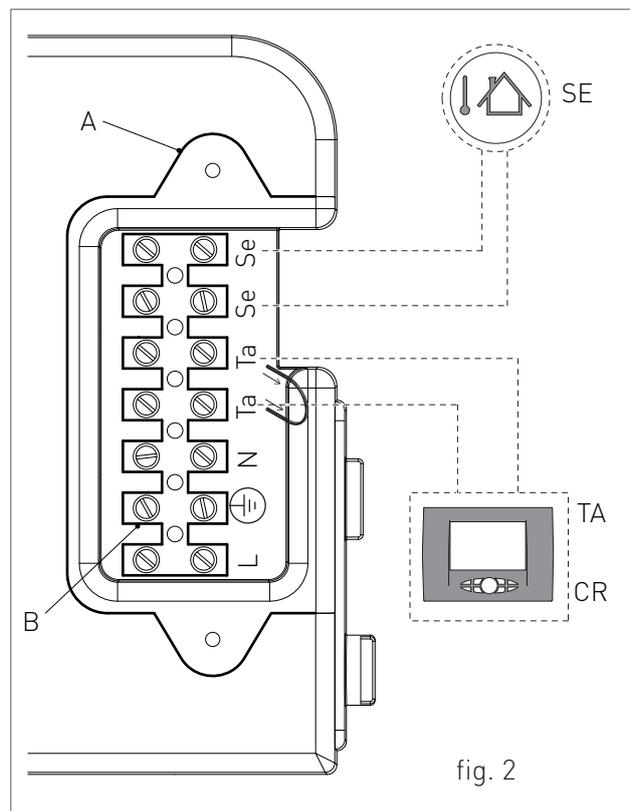

fig. 2
- › retirar el panel frontal de la caldera (ver capítulo ACCESO A LA CALDERA; soltar los tornillos y retirar la cubierta "A" (ver fig. 2).
- › una vez retirada la cubierta, conectar los cables eléctricos al terminal "B" (ver fig. 2):